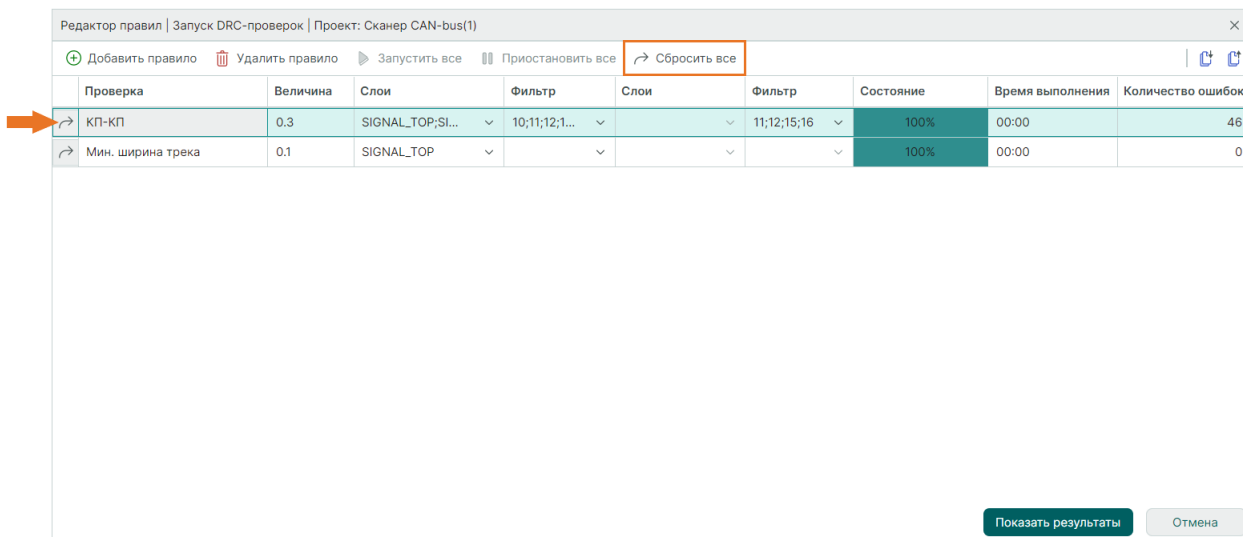

Рис. 650 Сброс результатов проверки
6. Для изменения настроек одного правила используйте кнопку  слева от строки правила, сброс параметров всех правил производится с помощью кнопки «Сбросить все», см. Рис. 650.